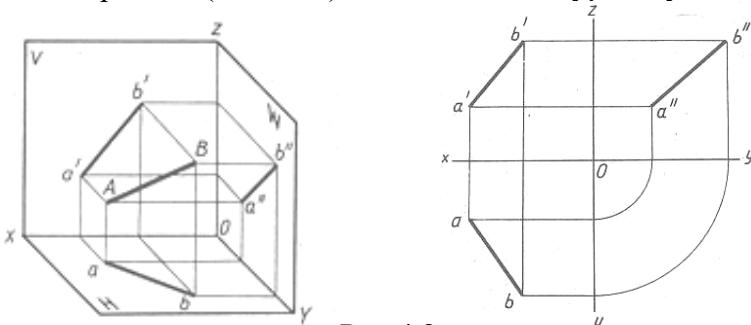

Рис.4.2
1. По заданным в табл. 4.2 координатам построить наглядное изображение отрезка прямой  $AB$ ,  $CD$  и  $MN$  и эпюры (рис.4.2).